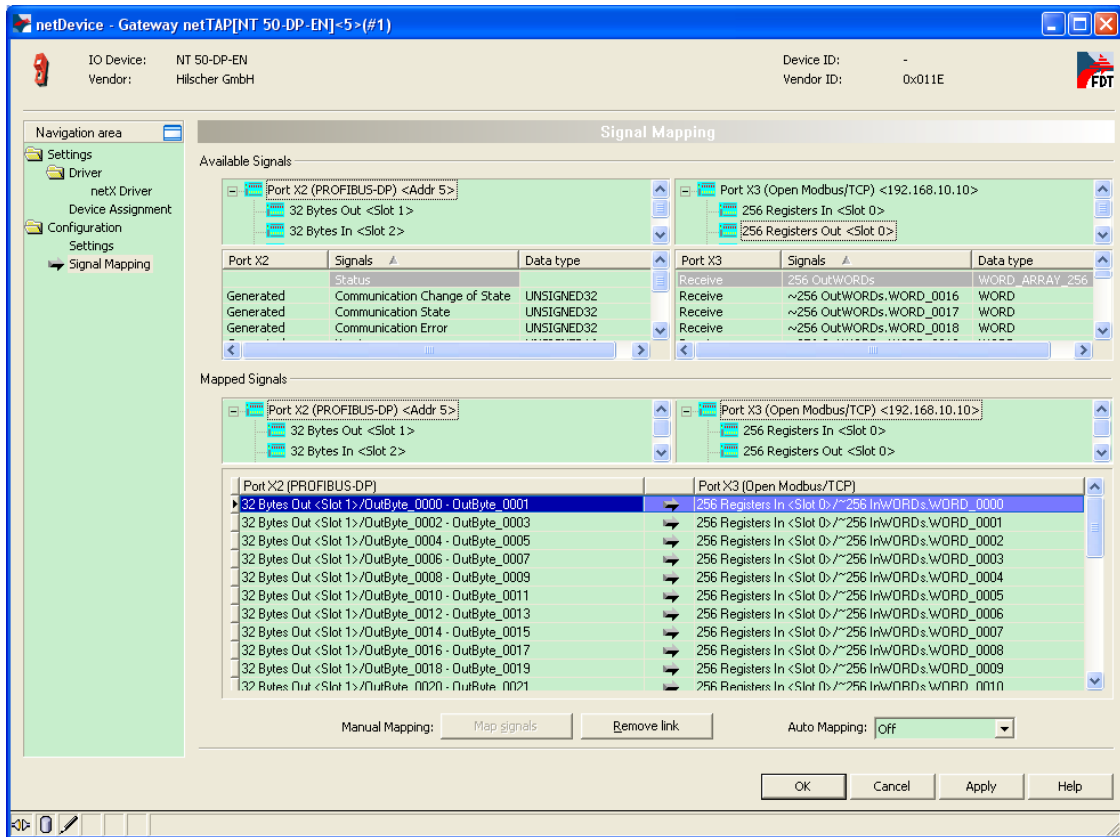

图 27
11) 可以通过 Ctrl 键或 Shift 键选中多个 Receive 数据。还可以在 Auto Mapping 中，通过选择 “From Port3 to Port2” ，并单击 Apply 按钮，来进行数据自动映射，如图 27 所示。